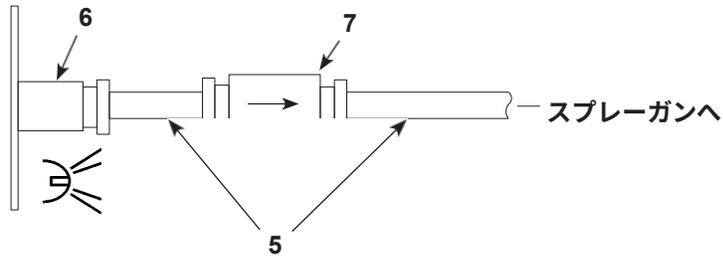

図4 フローコントロールバルブとエア洗浄チューブの接続
- a. 6 mm ブラックチューブ (4) をパージエアクイックディスコネクトフィッティングに接続します。
- b. 図 4 を参照してください。システムに付属の 4 mm 透明チューブ (5) およびフロー制御バルブ (7) を、図示のようにスプレーガンのコントローラにあるエア洗浄コネクタ (6) に接続します。